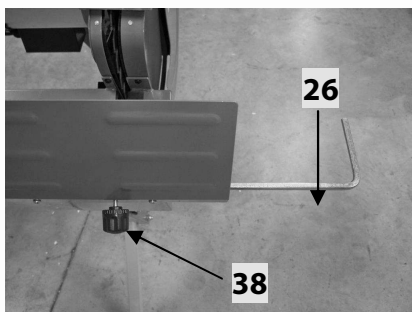

Fig 26
- Positionnez la butée de coupe graduée (26) du côté droit du chariot de coupe, vissez la molette de blocage fileté (38) pour le serrage de celle-ci (Voir Fig 26).